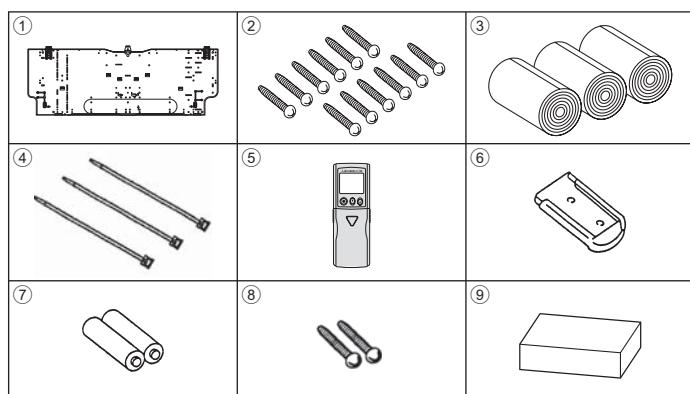

Рис. 3-1
⑤ Вентиляционное отверстие: На расстоянии 1500 мм от вентиляционного отверстия не должно быть никаких препятствий.
⑥ Поверхность пола
⑦ Обустройство
⑧ Если крепления занавесок или подобные предметы выступают более чем на 60 мм от стены, необходимо сделать больший запас по расстоянию во избежание образования короткого цикла работы вентилятора.
⑨ 1800 мм или более от поверхности пола (при высокой установке)
⑩ 108 мм или более при установке левого или заднего левого трубопровода и дополнительного насоса для отвода конденсата
⑪ 550 мм и более при установке опционального дренажного механизма
⑫ Минимум 7 мм: 265 мм и более при установке опционального дренажного насоса
3.1. Проверьте наличие дополнительных принадлежностей к внутреннему прибору (Рис. 3-1)